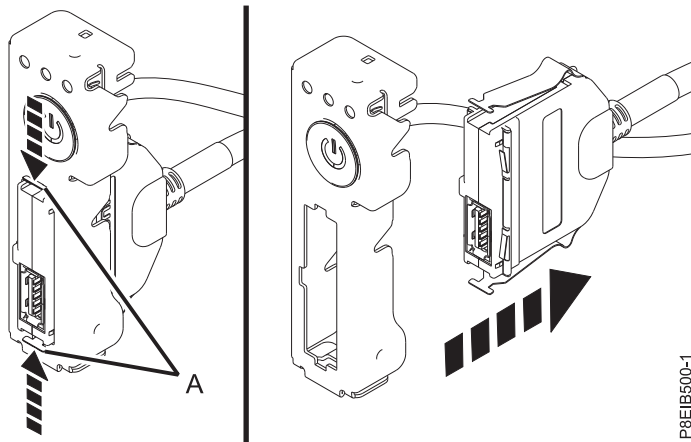

Figure 107. Retrait du câble USB avant de l'interrupteur d'alimentation
10. En appuyant sur le loquet de dégagement du connecteur (A), débranchez le câble USB avant de l'interrupteur d'alimentation. Voir figure 107, à la page 93.